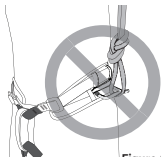

Figure 6
- ▲ The gear loops (i) are for gear only; they will not hold body weight. Do not tie in to the gear loops or use them for belaying, rappelling or anchoring (Figure 6).
- ▲ Les anneaux porte-matériel (i) sont conçus uniquement pour stocker du matériel : ils ne peuvent pas retenir le poids du corps. Ne pas s'encorder aux anneaux porte-matériel ni les utiliser pour l'assurage, le rappel ou l'amarrage (Figure 6).